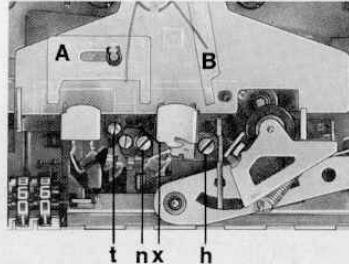

Bild 3 Einstellen der Eintauchtiefe mit Lehre -029
*) In der Fertigung wird hierzu ein Exzentrerschlüssel verwendet, der an der Stelle x (Bild 3) eingesetzt wird